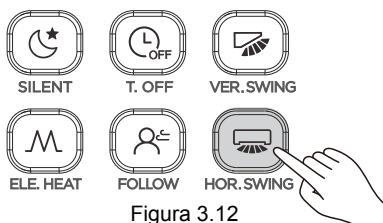

Figura 3.12
① Quando l'unità è accesa, premere  (si veda Figura 3.12).